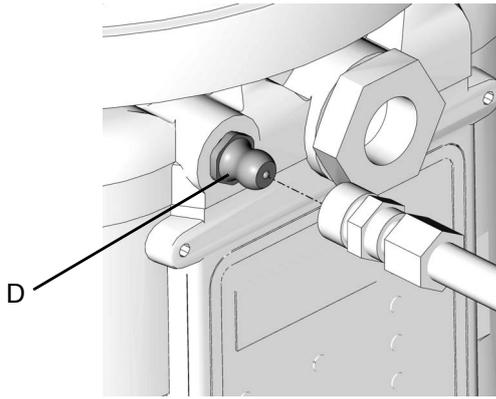

ABB. 12
- Reinigen Sie die Einlassverschraubung (D) (ABB. 12) vor dem Befüllen des Behälters immer mit einem sauberen, trockenen Tuch. Schmutz kann die Schmiermittelpumpe und/oder das Schmiermittel beschädigen.